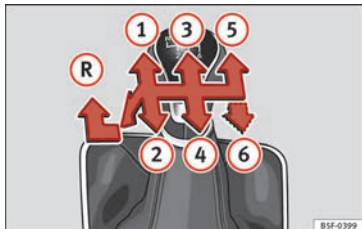

Fig. 56 Schéma d'une boîte mécanique 5 vitesses ou 6 vitesses.
Les positions des vitesses sont représentées sur le levier de vitesses » **fig. 56**.
- Au point mort, appuyez sur le levier de vitesses, déplacez-le complètement vers la gauche puis vers l'avant pour passer la marche arrière » **fig. 56 (R)**.